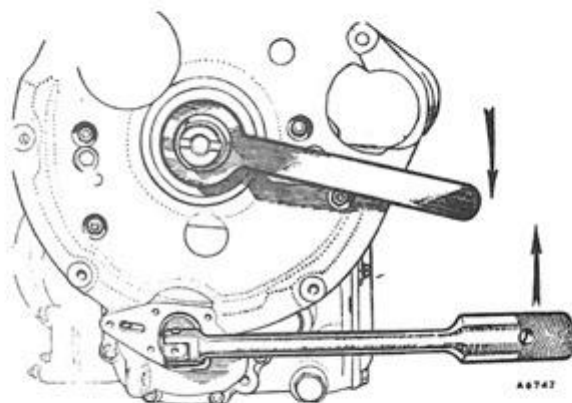

Fig. Aa.8
- koblingens udgangshjul og tag indgangshjulets selvslående møtrik af (fig.Aa.8).